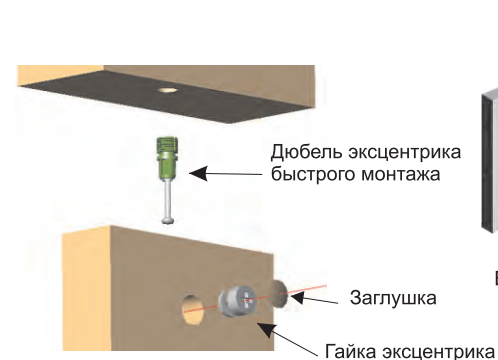
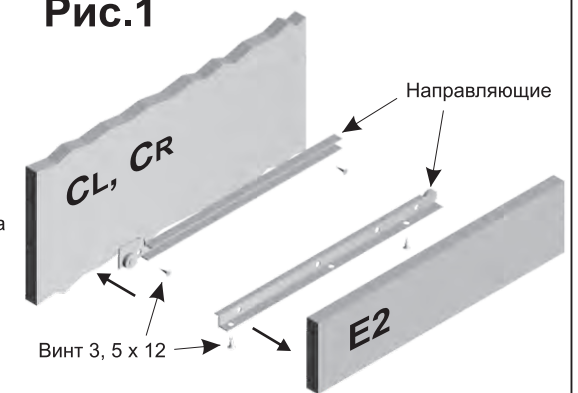

Рис.2
Рис.3
Установите шканты (4) в отверстия d=8 мм топа А, низа В и боковин С. Вставьте дюбель эксцентрика (1) в топ А, в низ В, а также в лицевые ящиков Е1 (см. Рис.2). Прикрутите опоры (5) шурупами (6) по наметкам на нижней плоскости детали В. Закрепите направляющие (8) винтами (9) на плоскости детали СL (на СR - в зеркальном отображении), по наметкам (См. Рис 3). Соедините вместе низ В, боковины С и заднюю стенку D. Вставьте эксцентриковые гайки (2) и с помощью отвертки затяните их по часовой стрелке до фиксации (см. Рис.2). На собранную конструкцию установите топ А заблаговременно прикрутив к нему язычок для замка (13) шурупами (9) по наметке и закрепите с помощью эксцентриковых гаек (2). Вставьте эксцентрик-гайку 12мм (14) в отверстия фолдинга (15) и согните фолдинг (15) по линиям сгиба (см. Рис.4). Соедините вместе фолдинг (15), дно ящиков Е2 и лицевые Е1 и затяните эксцентрик-гайки (14) до фиксации с помощью отвертки. Прикрепите ответные направляющие вплотную к лицевым Е1, таким образом, чтобы ролик располагался в задней части ящика (См. Рис. 3). Прикрепите замок (12) к лицевой стенке верхнего ящика Е, используя шурупы (7). Используя подкладки для ручек (11) прикрепите ручки (10) к ящикам Е винтами прилагаемыми к ручкам. В эксцентриковые гайки (2) вставьте заглушки (3). Вставьте ящики в направляющие.